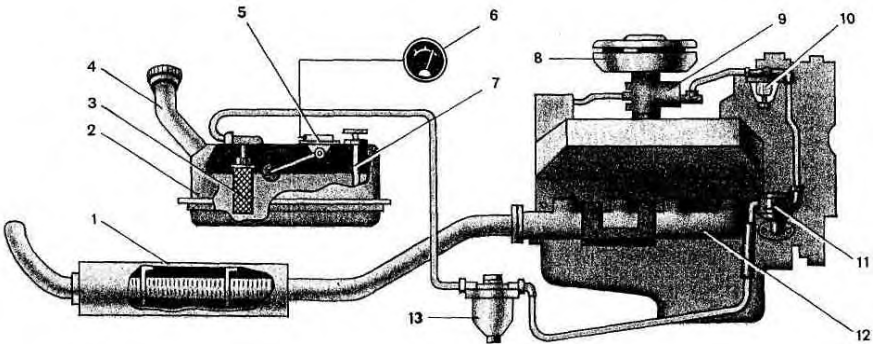

Рис. 6.1
1. Назвіть і покажіть прилади подачі палива (рис. 6.1).
4. Назвіть і покажіть прилади системи живлення (рис. 6.1).
Назвіть і покажіть прилади подачі палива (рис. 6.1). Покажіть шлях палива з паливного бака до карбюратора. Покажіть шлях повітря через повітряний фільтр до карбюратора. Назвіть і покажіть прилади системи живлення (рис. 6.1).